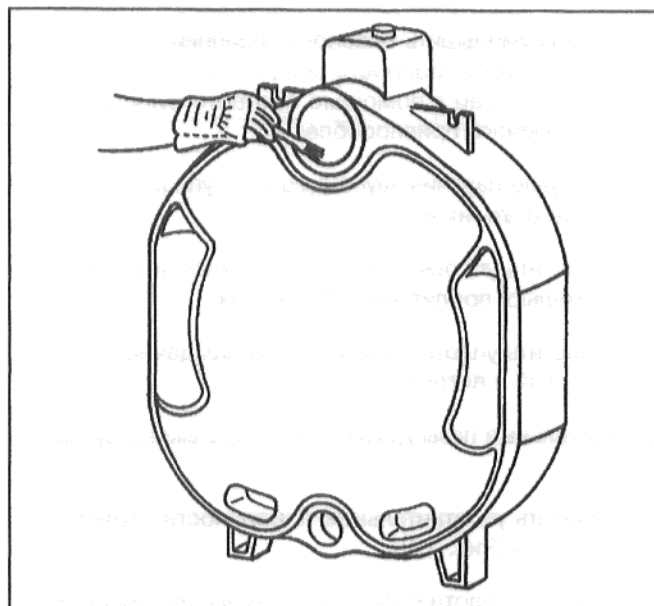

Рис. 9
- Очистить уплотнительные поверхности ступиц ветошью, пропитанной бензином (Рис. 9).
- Смазать уплотнительные поверхности ступиц суриком (Рис. 9).